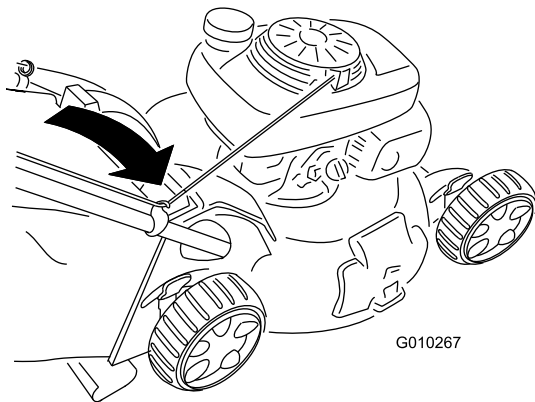

Bild 25
2. Verlegen Sie das Starterkabel um die untere Kabelführung (Bild 25).